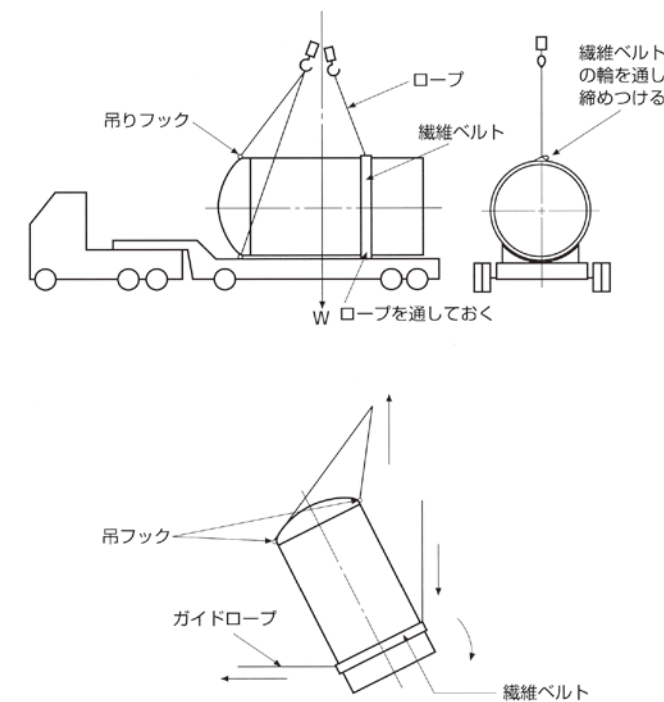

図1
(1) 吊り上げ時の注意
(2) 横積みタンクの場合（図 1 参照）